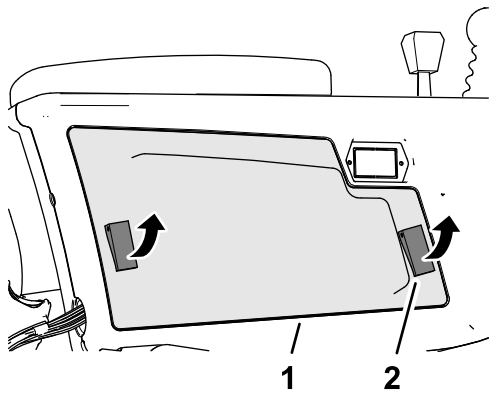

図 98
2. コントロールアームのカバーをコントロールアームに固定しているラッチ2ヶ所を解除してカバーを外す 図 98。